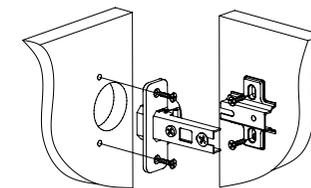

Рис.3
2. При помощи шурупов 3,5х16 установить петли накладные с евровинтом на детали 17 (2шт.); петли полунакладные- на детали 18 (2шт.). Установить ответные планки петель на детали 3, 4, 5, 6 (Рис. 3).